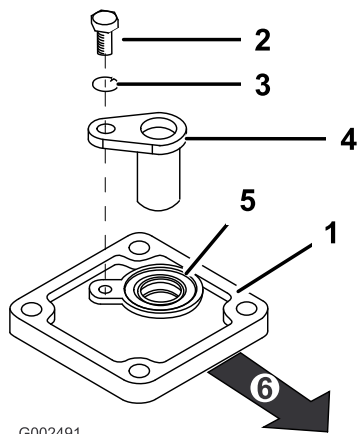

Figura 6
3. Instale el nuevo conjunto de la tapa al transeje usando los cuatro pernos que se retiraron en el paso 1 (Figura 6). La orientación correcta de la tapa es con la junta hacia arriba y hacia el lado izquierdo del vehículo.
4. Instale el sensor de dientes del engranaje usando el tornillo (M6 x 1,00 x 12) y la arandela de muelle según se muestra en (M6) Figura 6.